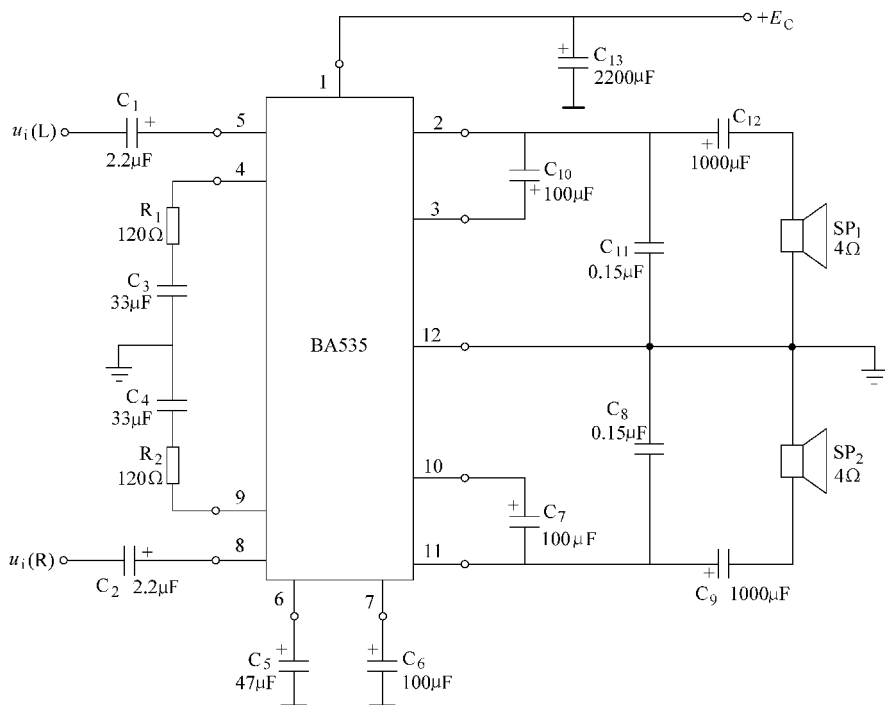

图 6-7 BA535 集成电路 OTL 功率电路
BA535 集成电路 OTL 功率放大电路如图 6-7 所示，采用带有散热片的 12 个引出脚，单排直插塑料封装结构。
1) 先用干扰法确定故障的大致部位，在图 6-7 所示电路中。先用万用表电阻挡“ $R \times 1k\Omega$ ”挡，红表笔接地，用黑表笔先点触扬声器，两只扬声器分别查找，同时听扬声器中是否发出“喀啦”声，如无此声，那么故障在扬声器。如有声，再点触集成电路的⑤脚，听扬声器中是否发出“喀啦”声，如无此声，那么故障在集成电路到扬声器的电路中，当故障确认后，应重点检查集成电路的工作电压和外围元件。 $C_1 \sim C_{13}$ 是否开路、损坏，扬声器引出线是否断。
2) 万用表直流电压挡测量集成电路引脚⑪的基本技巧是：先测集成电路的关键点。图 6-7 中，先测量⑪脚电压是否正常，若⑪脚电压不正常，断开 C_{13} 后，再测量⑪脚电压是否